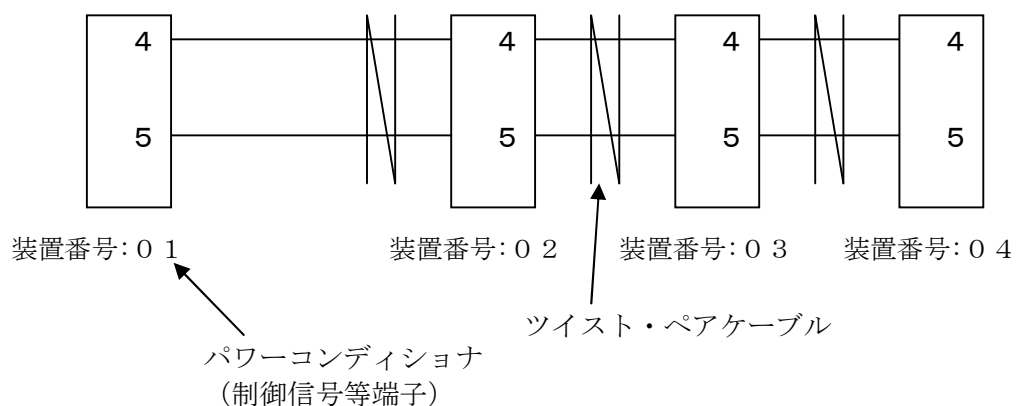

図１０．１１ 無効電力同期信号の配線方法（パワーコンディショナ４台の例）
- ・パワーコンディショナの制御信号等端子にある無効電力同期信号端子（４、５）の配線を行ってください（図１０．１１を参照）。